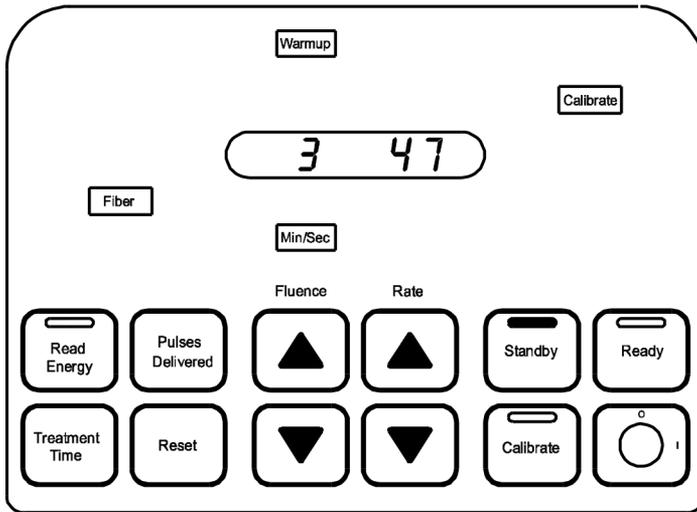

Bild 3
- När systemet är i läget **Warm-up** (uppvärmning) lyser den rådgivande lampan **Warm-up** (uppvärmning). Knappen **Standby** och den gröna statuslampan längst upp på kontrollpanelen lyser också. (bild 3)